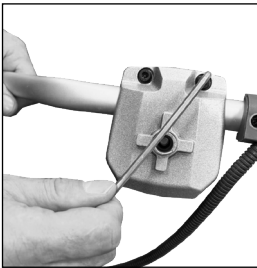

Рис. 4
3. Установить рукоятку в держатель и зафиксировать винтами. (Рис. 4)